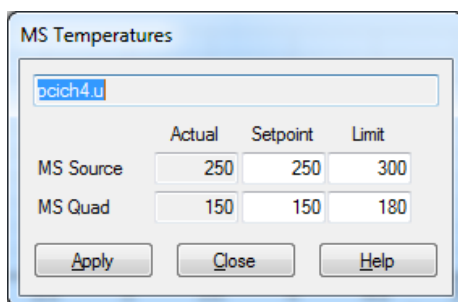

Abbildung 37. Dialogfeld „MS-Temperatur“
- 1 In der Ansicht **Instrument Control** (Gerätesteuerung) wählen Sie **MS Temperatures** (MS-Temperaturen) aus dem Menü **Instrument** (Geräte). (Siehe Abbildung 37.)